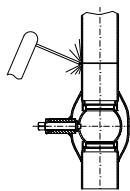
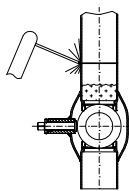
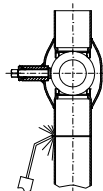

Bild 2a.
Bild 2b.
Bild 3.
- 3.1.6 Då man fäster ventilen i vertikalt läge skall ventilen vara helt öppen då man svetsar den övre fogen (Bild 2a). Man kan svetsa den övre fogen med ventilen stängd men då skall ventilen vara vattenfylld (Bild 2b). Om man svetsar den undre fogen med gas skall ventilen vara stängd (Bild 3). Speciellt vid gassvetsning skall man undvika att värma upp ventilen för mycket, se 3.1.9.